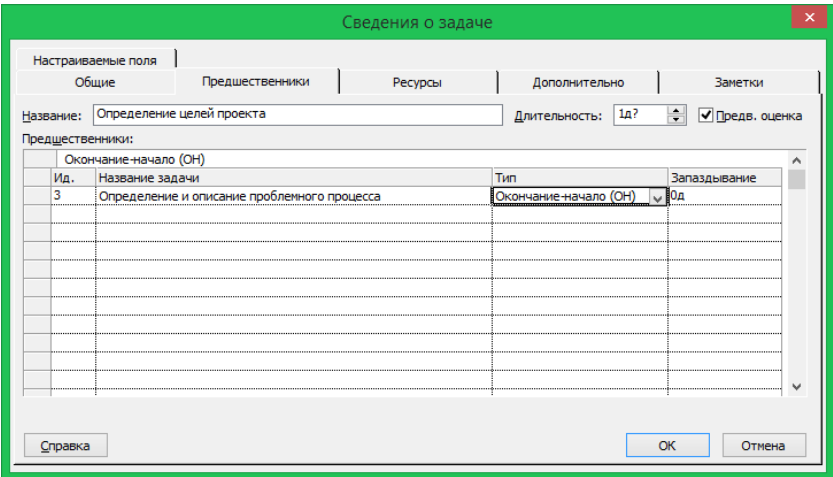

Рис. 2.3. Окно «Сведения о задаче»
2. *Создание связи в окне сведений о задаче.* Дважды щелкните мышкой по строке задачи *Определение целей проекта*. В открывшемся окне сведений о задаче выберите вкладку *Предшественники*. В первой строке таблицы в поле *Название задачи* выберите *Определение и описание проблемного процесса*. Нажмите *Ok* (рис. 2.3).